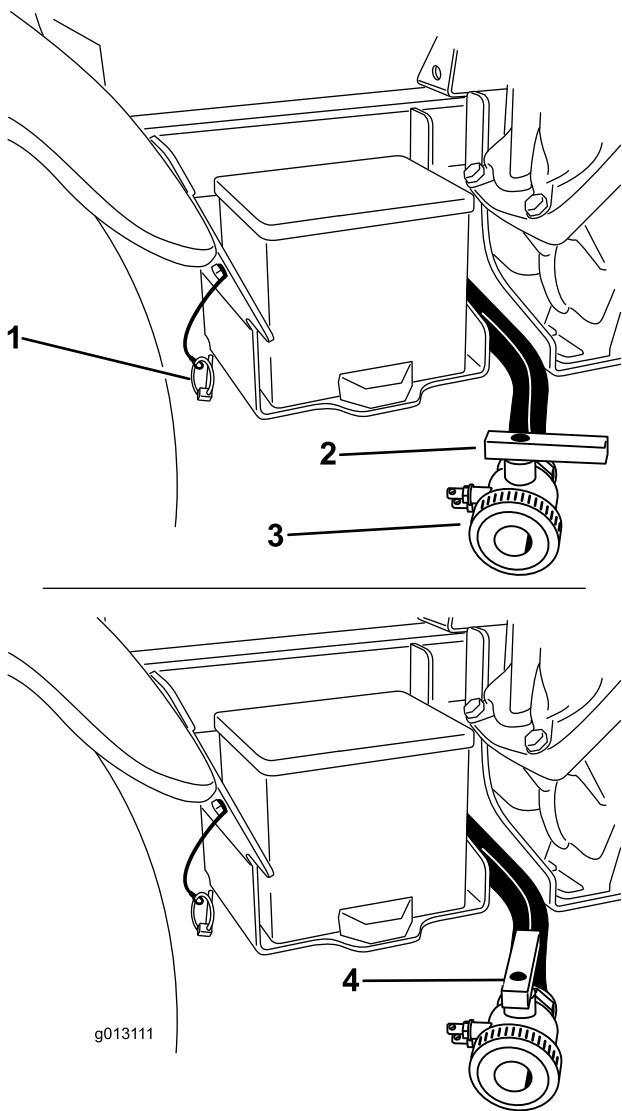

Figura 27
- B. Abra a válvula para escoar do depósito qualquer material não usado e eliminá-lo de acordo com as normas locais e as instruções do fabricante (Figura 27). Isto permite que escoar qualquer material residual da linha.
3. Quando o depósito estiver escoado na totalidade, instale a válvula na estrutura com o pino de sujeição removido previamente e fecha a válvula de escoamento (Figura 27).